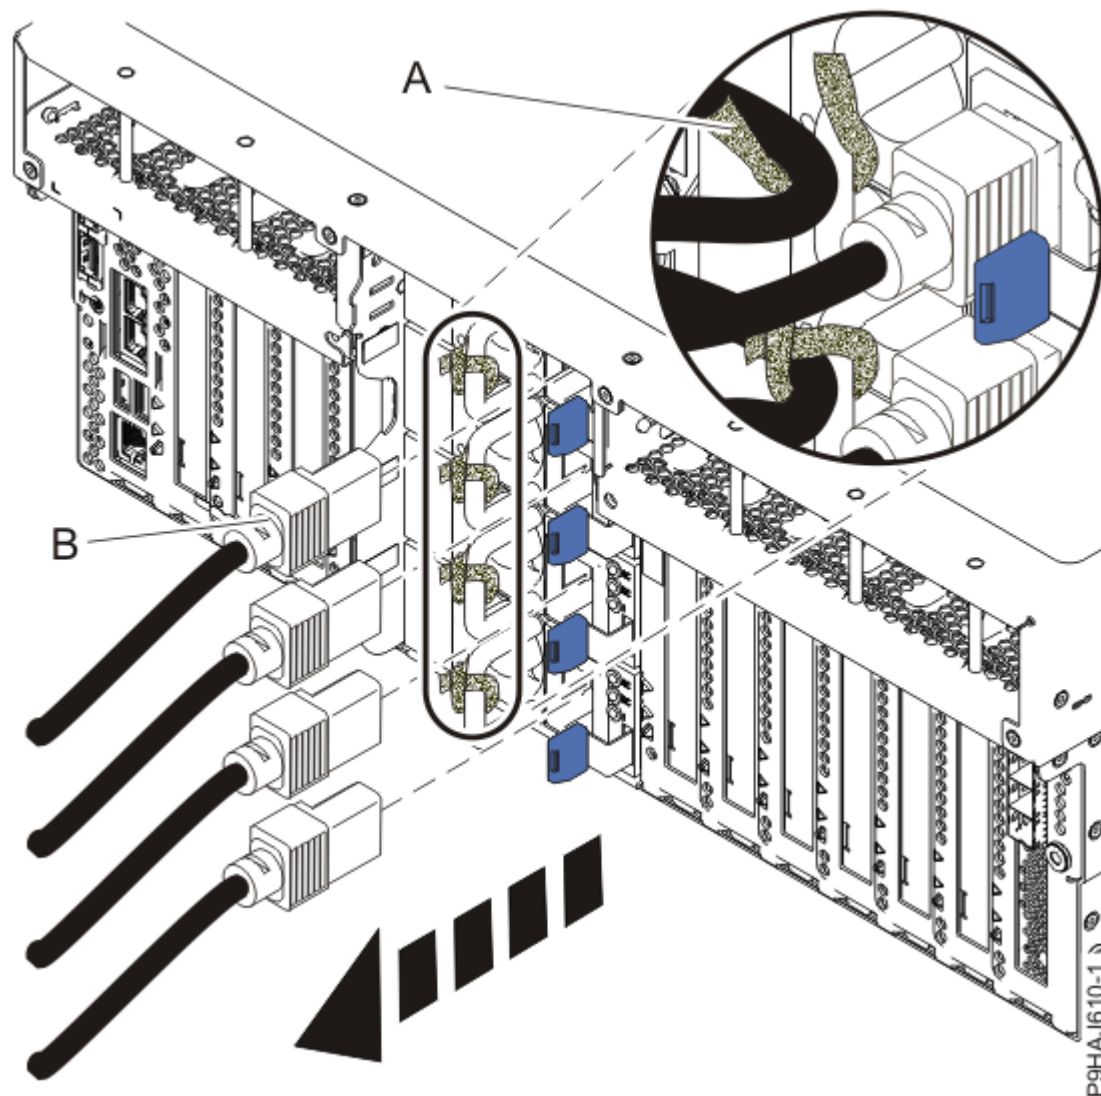

Figura 43. Extracció dels cables d'alimentació d'un servidor muntat en bastidor
3. Etiqueteu i desconnecteu els cables d'alimentació de la unitat del sistema. Consulteu la Figura 43 a la pàgina 57 o la Figura 44 a la pàgina 58.